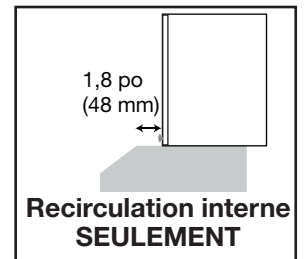

Figure 1
Lors de l'installation avec fonction de recirculation interne, l'unité doit être placée à 1,8 po (48 mm) de l'armoire, pour exposer la sortie de ventilation (voir figure 1). Référez-vous à les mesures fournies à la page 7.
- En cas de ventilation interne, utilisez les mesures d'utilisation fournies à la page 7 et le dégagement sur la figure 1.